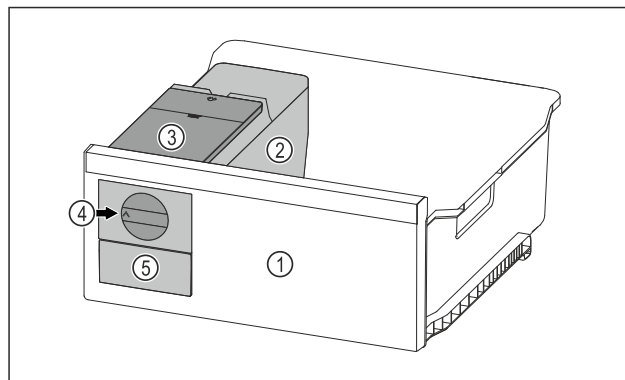

Fig. 97 Beispielhafte Darstellung
- Drehknopf Fig. 97 (4) im Uhrzeigersinn bis zum Anschlag drehen.
- Eiswürfel fallen aus der Eiswürfelschale in das Eiswürfelschubfach Fig. 97 (5). Wenn sich nicht alle Eiswürfel aus der Eiswürfelschale herauslösen: